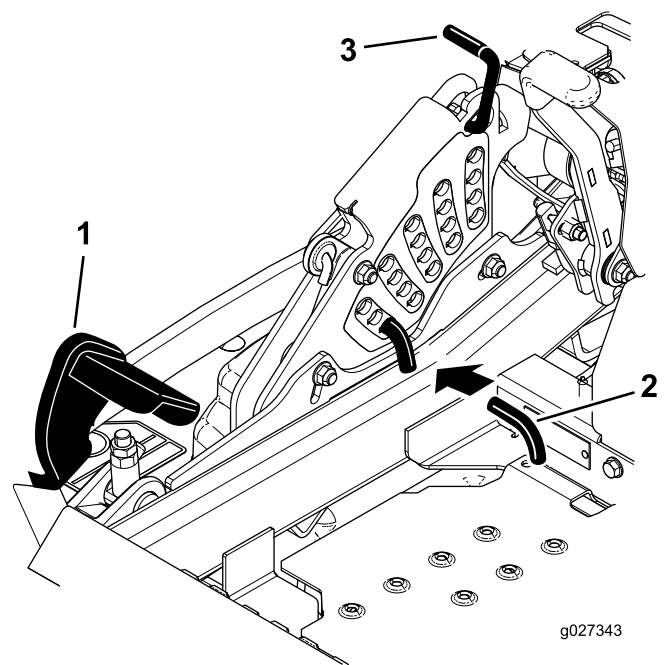

Figure 91
5. Enfoncez la pédale de levage du tablier de coupe au maximum pour verrouiller le tablier à la position transport de 14 cm (5,5 po) (Figure 91).